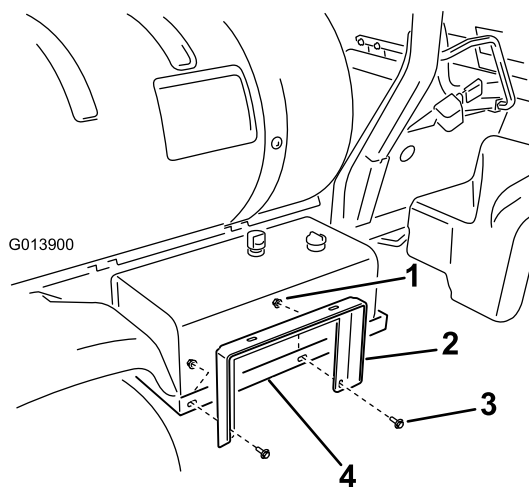

図 8
1. ホース・リール・サポートを油圧オイルタンク・マウント (図 8) に取り付ける；フランジ・ボルト (3/8 x 1 インチ) 2本とフランジ・ナット (3/8 インチ) 2個を使用。後で調整を行うのでナットは固く締めないこと。
3. ホース・リール・サポートをホースリールストラップに取り付ける (図 8)；フランジ・ボルト (3/8 x 1 インチ) 2本とフランジ・ナット (3/8 インチ) 2個を使用。